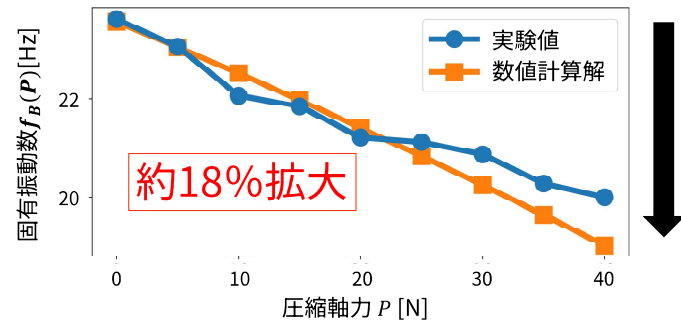

図2. 圧縮軸力で低下する固有振動数と原理を示す式群 (固有振動数に比例して発電可能流速域下限も低下)
- ・ 圧縮軸力で固有振動数を低下させ発電可能流速範囲下限を拡大 (図2と下部式群より)